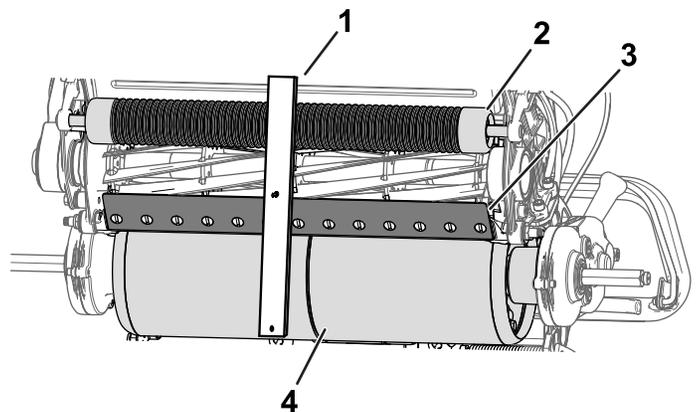

Bild 13
2. Haken Sie den Schraubenkopf der Schnitthöheneinstellungs-Messlehre auf der rechten Seite der Schnittkante des Untermessers ein, und stützen Sie das hintere Ende der Leiste auf der Antriebsrolle ab (Bild 13).